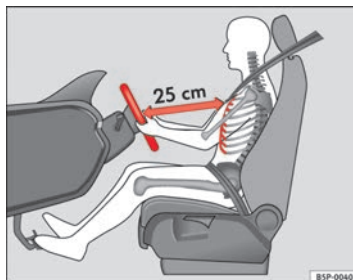

Fig. 135 Posición correcta del conductor
- Ajuste el volante hasta alcanzar la posición deseada ⇒ fig. 135.
- Ajuste el asiento del conductor o el volante de modo que quede una distancia mínima de 25 cm entre el volante y el tórax → fig. 135. ¡Si no respeta la distancia mínima, el airbag no le protegerá adecuadamente y corre peligro de muerte!